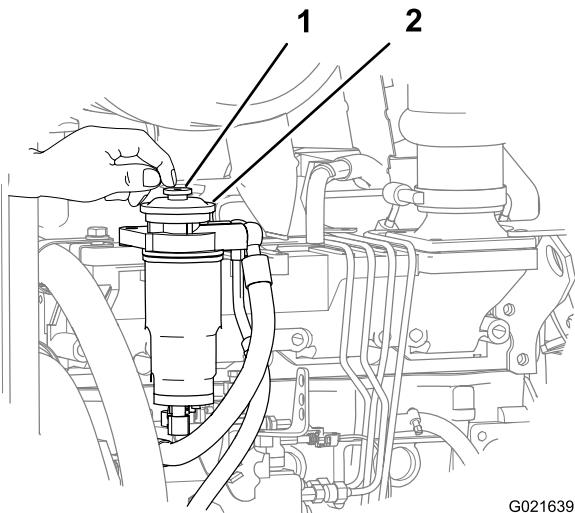

Figure 56
- Localisez le bouton d'amorçage au sommet de l'adaptateur du filtre à carburant secondaire (Figure 56).
5. Appuyez plusieurs fois brièvement sur le bouton d'amorçage jusqu'à ce que vous sentiez une résistance (Figure 56).